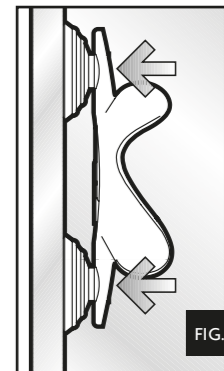

FIG. 3
- Clean the glass surface from algae etc. and press the suction cups firmly against the glass wall of the aquarium (fig. 3). Allow the heater to acclimatise to the temperature of your aquarium for about 30 minutes before plugging it in.
- Enlever les algues de l'endroit choisi et y fixer le chauffe-eau. Presser fermement les ventouses contre le verre pour les faire adhérer à la paroi de l'aquarium (fig. 3). Attendre 30 minutes avant de brancher la prise pour permettre au chauffe-eau de s'acclimater à la température de l'aquarium.
- 2- verwijder alg, aanslag en andere vervuiling van het glas en duw de houder met zuignappen stevig tegen het ruit aan (afb. 3) Plaats de verwarmingsstaaf in de houder, let erop dat ie diep genoeg onder water is, wacht met het aanzetten ongeveer 30 minuten daarmee zich het thermostaat kan aanpassen aan de water temperatuur.
2- Quite las algas del lugar elegido y fije ahí el termocalentador. Apriete firmemente las ventosas contra el cristal para que se adhieran a la pared del acuario (fig. 3) Espere 30 minutos antes de conectar el enchufe para que el termocalentador se adapte a la temperatura del acuario.